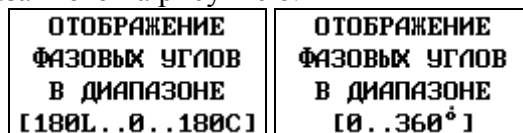

Рисунок 8
6.3.5.9 Длительное нажатие (свыше 3 с) клавиши  обеспечивает переключение между двумя режимами отображения углов сдвига фаз (рисунок 8).